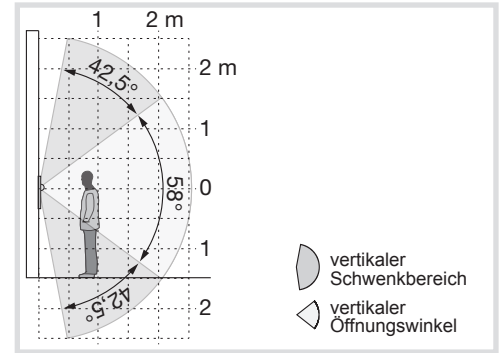

Bild 13: Vertikale Kameraausrichtung
- Kamera ausrichten (Bild 13/14).